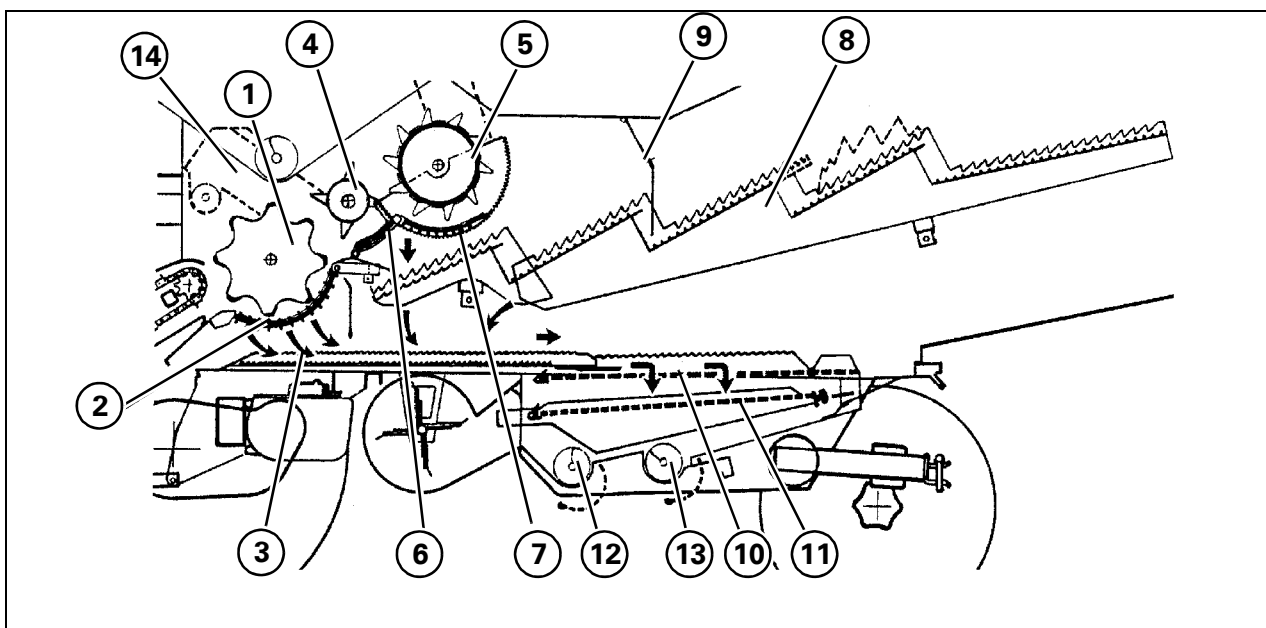
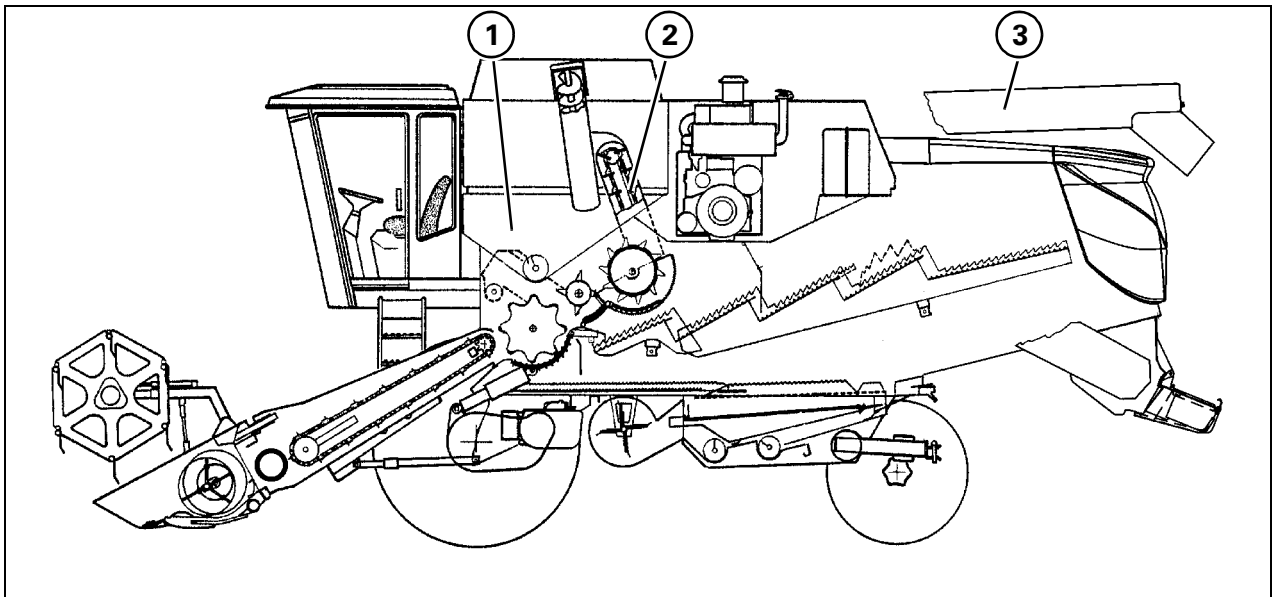

Рис. 3
Рис. 4
2. Обмолот - Рис. 3
3. Сепарация - Рис. 3
4. Очистка - Рис. 3 и Рис. 4
Зерна проходят через нижнее сито (11), подаются поперечным шнеком (12) на элеватор (2 - Рис. 4), затем поступают в зерновой бункер.
5. Хранение и разгрузка зерна - Рис. 4